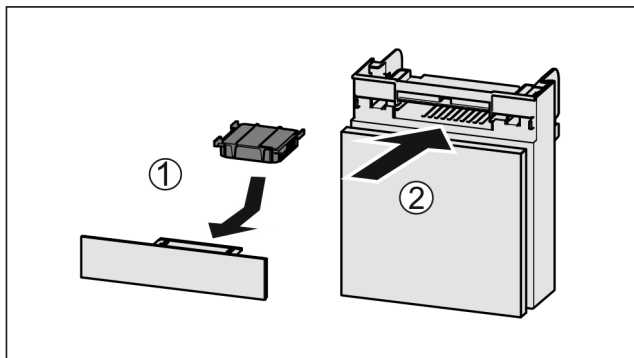

Fig. 136
- ▶ Sett inn Fig. 136 (1) aktivkullfilteret etter figuren.
- ▶ Skyv inn Fig. 136 (2) hyllen.